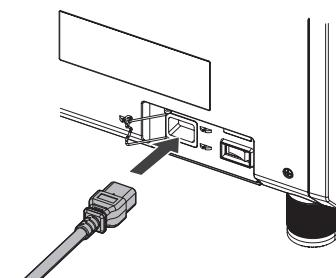

図2
- 2) 本体側面の〈AC IN〉端子と、電源コードのコネクターの形状を確認し、向きを合わせてしっかりと奥まで差し込む（図2）